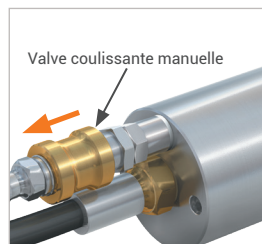

Figure 6
- Faites coulisser le manchon coulissant de la valve coulissante manuelle (Pos. 6) en arrière (Figure 6). La pression pilote présente est purgée. Les joints frontaux (Pos. 7) sont desserrés, la connexion à la pièce d'essai est ainsi desserrée et le connecteur peut être retiré en position droite par l'arrière.